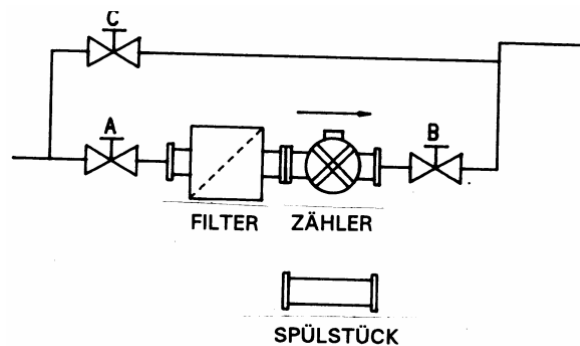

Abb. 17, Durchflußmesser mit Bypass
1. Schließen Sie die Schieber A, B und C (Abb. 17).